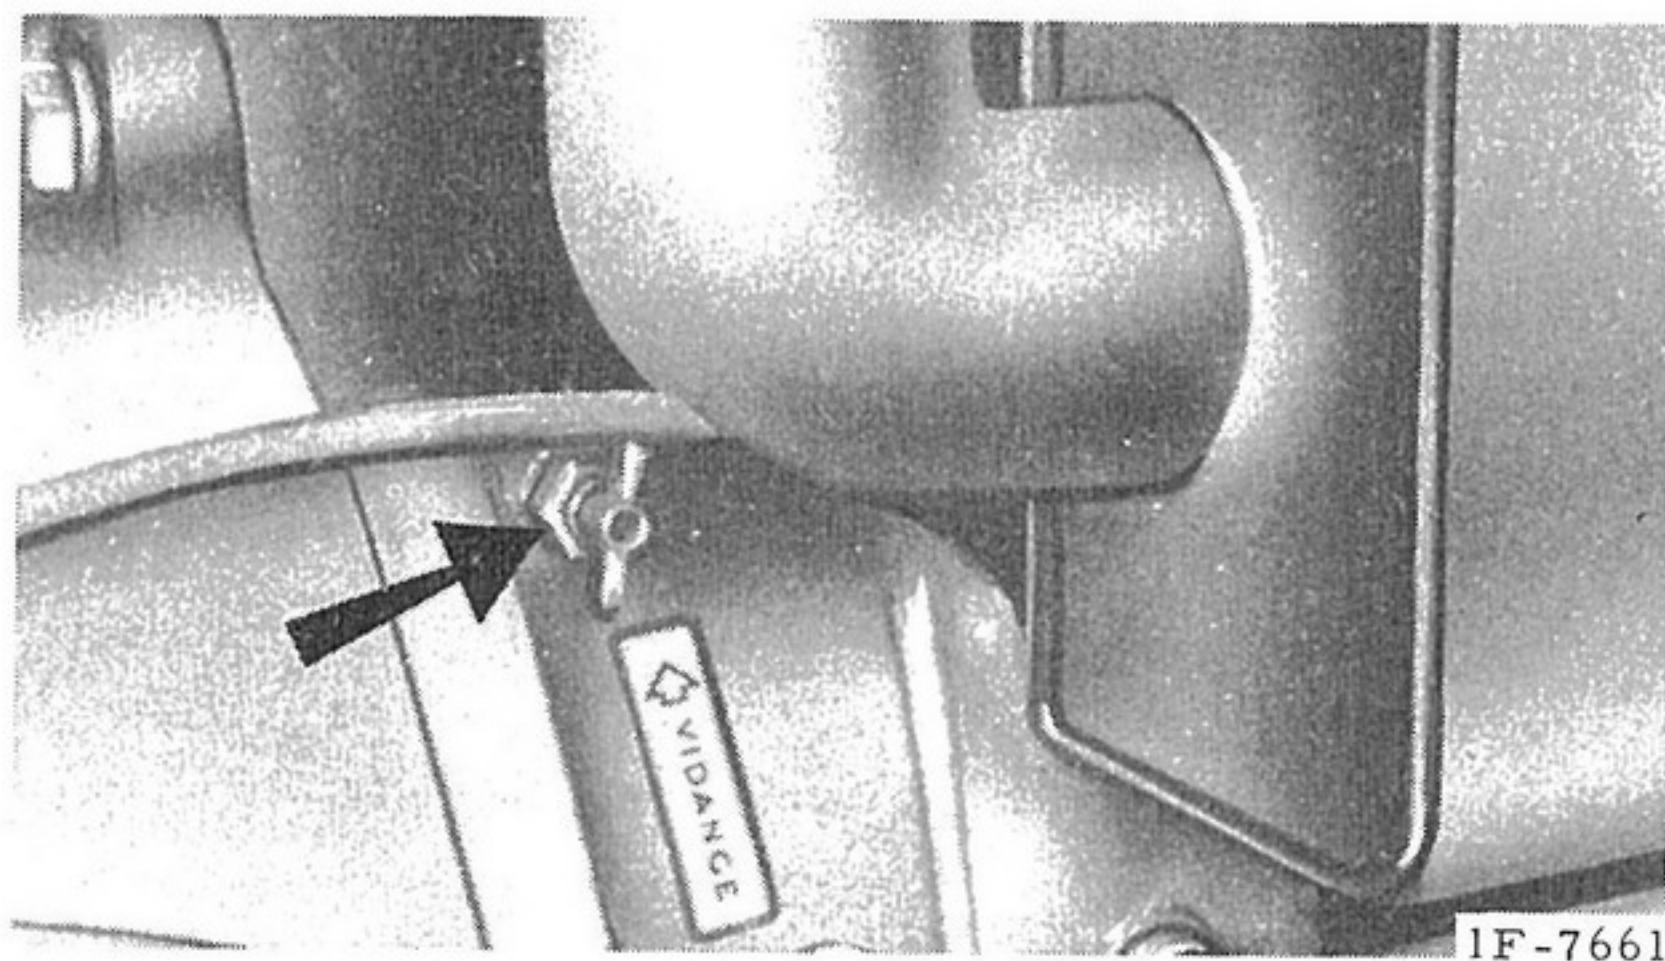

Fig. 19. - Robinet de vidange du bloc moteur
- Vidangez le système en dévissant les robinets de vidange et le bouchon de remplissage. Laissez la vidange s'effectuer complètement puis revissez les robinets de vidange (fig. 19 et 20).